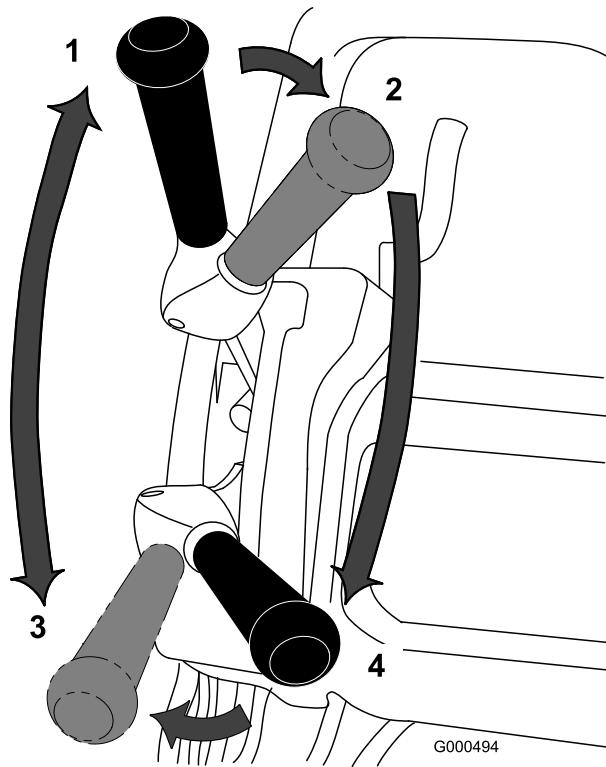

図 24
1. エンジンを始動、スロットルを下げる、カッティングユニットを上げる（ハンドルを下げる）。走行レバー（図 24）を「走行」に入れ、グリーンのカラー（縁）に入る。
2. 走行を「解除」とし、リールレバー（図 24）を回転側に倒す。
3. 走行レバーを「走行」に入れ、スロットルで希望の走行速度に調整し、グリーンへ移動する。希望位置に来たらカッティングユニットを下ろして刈り込み作業を始める（図 24）